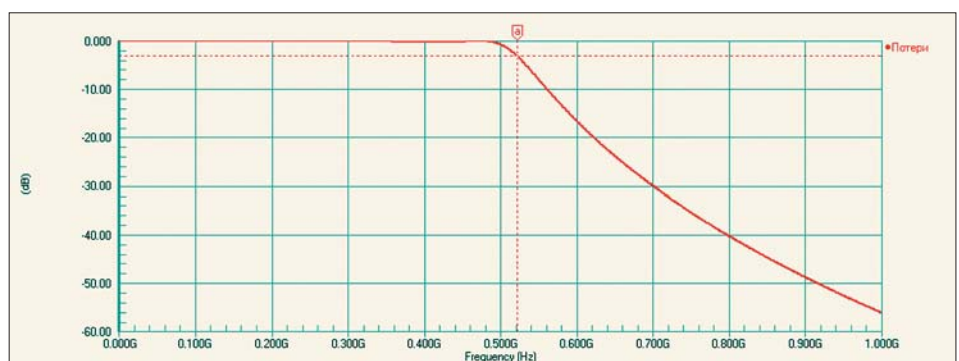

Рис. 4. АЧХ фильтра нижних частот в децибелах
- В окне Edit Waveform в поле Complex Functions включим опцию отображения амплитуды сигнала в децибелах Magnitude (dB), в текстовое поле Expression введем «2*out», в поле Name введем «Потери» и нажмем кнопку Create. Вид графика АЧХ-фильтра изменится (рис. 4).